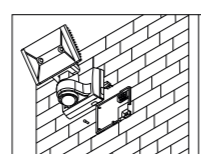

Fig. 2
3.2.1 Assurez que la lumière est vissée fermement au mur (fig.2).